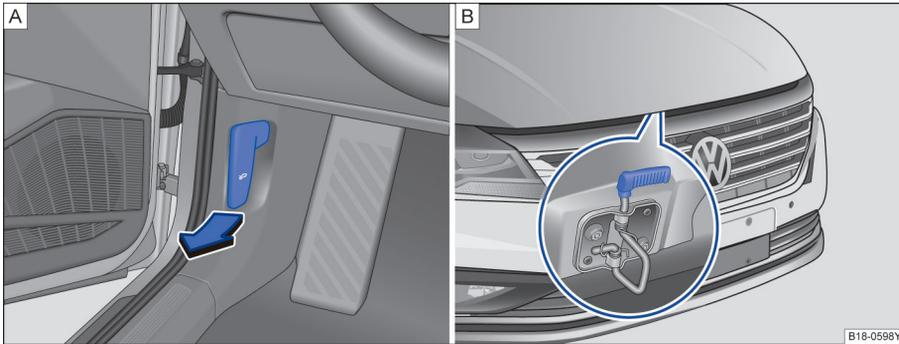

图 144 驾驶员侧脚部空间和散热器格栅局部视图：解锁并打开发动机舱盖
- 将车门打开沿图示箭头方向拉动开启手柄  图 144，舱盖在弹簧机构的作用下弹开稍许。
- 沿箭头上提开启拉手，抬起发动机舱盖并将其打开  图 144 .